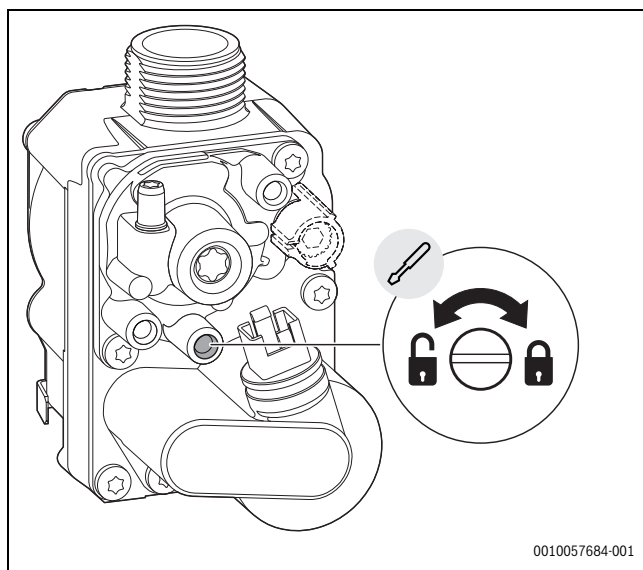

Fig. 101 Măsurarea presiunii de racordare a gazului
- ▶ Desfaceți șuruburile de la orificiul de măsurare pentru presiunea de racordare a gazului prin 2 rotiri (→ Fig. 101).